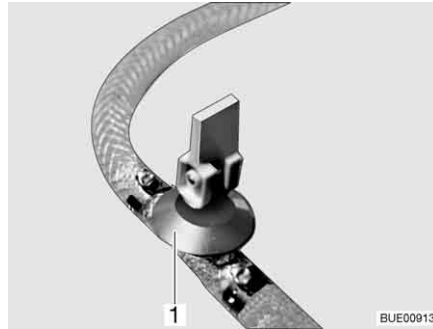
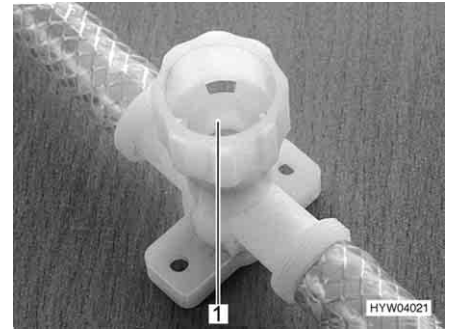

Fig. 239 Torneira de descarga (com alavanca basculante)
Fig. 240 Torneira de descarga (com tampa rotativa)
- Feche todas as torneiras de descarga. Para isso, coloque a alavanca basculante da torneira de descarga (Fig. 239,1) em posição horizontal ou gire a tampa da torneira de descarga (Fig. 240,1) no sentido dos ponteiros do relógio.